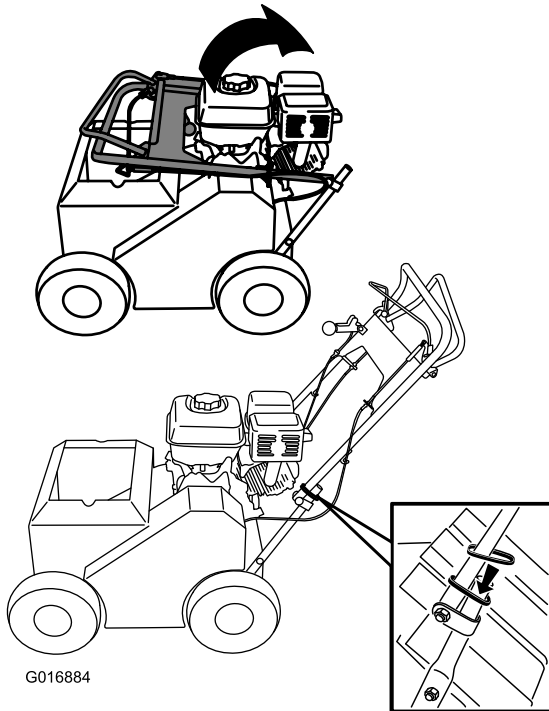

Figure 3
1. Relevez le guidon en position d'utilisation (Figure 3).
2. Descendez les anneaux de blocage ovales de chaque côté de la partie supérieure du guidon et par-dessus la partie inférieure (Figure 3) pour verrouiller les deux parties ensemble.